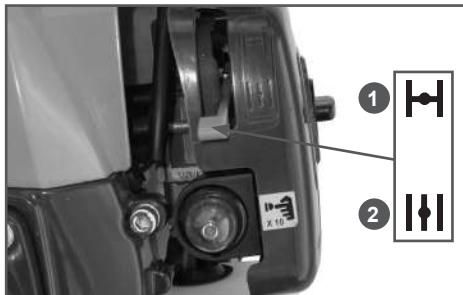

Рис. 4 Положения рычага управления воздушной заслонкой карбюратора
- Закройте воздушную заслонку карбюратора. Для этого рычаг управления воздушной заслонкой переведите в положение «1» (ЗАКРЫТО) (Рис. 4).
8. После первой вспышки переведите рычаг воздушной заслонки в положение 2 «ОТКРЫТО» (Рис. 4). Далее, слегка потяните за ручку стартера, пока не почувствуете сопротивление, затем сильно, но плавно потяните за ручку стартера. Повторите это действие 1-3 раза, двигатель должен запуститься.